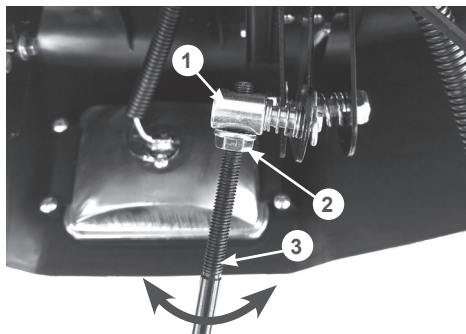

Рис. 18 Регулировка длины тяги рычага переключения передач
- если данное условие не выполняется, отсоедините нижний конец троса переключения передач, ослабьте затяжку контргайки 2 на верхнем конце троса 3 и произведите корректировку положения фрикционного колеса, выкручивая/закручивая трос в втулку 1 крепления троса (Рис. 18);